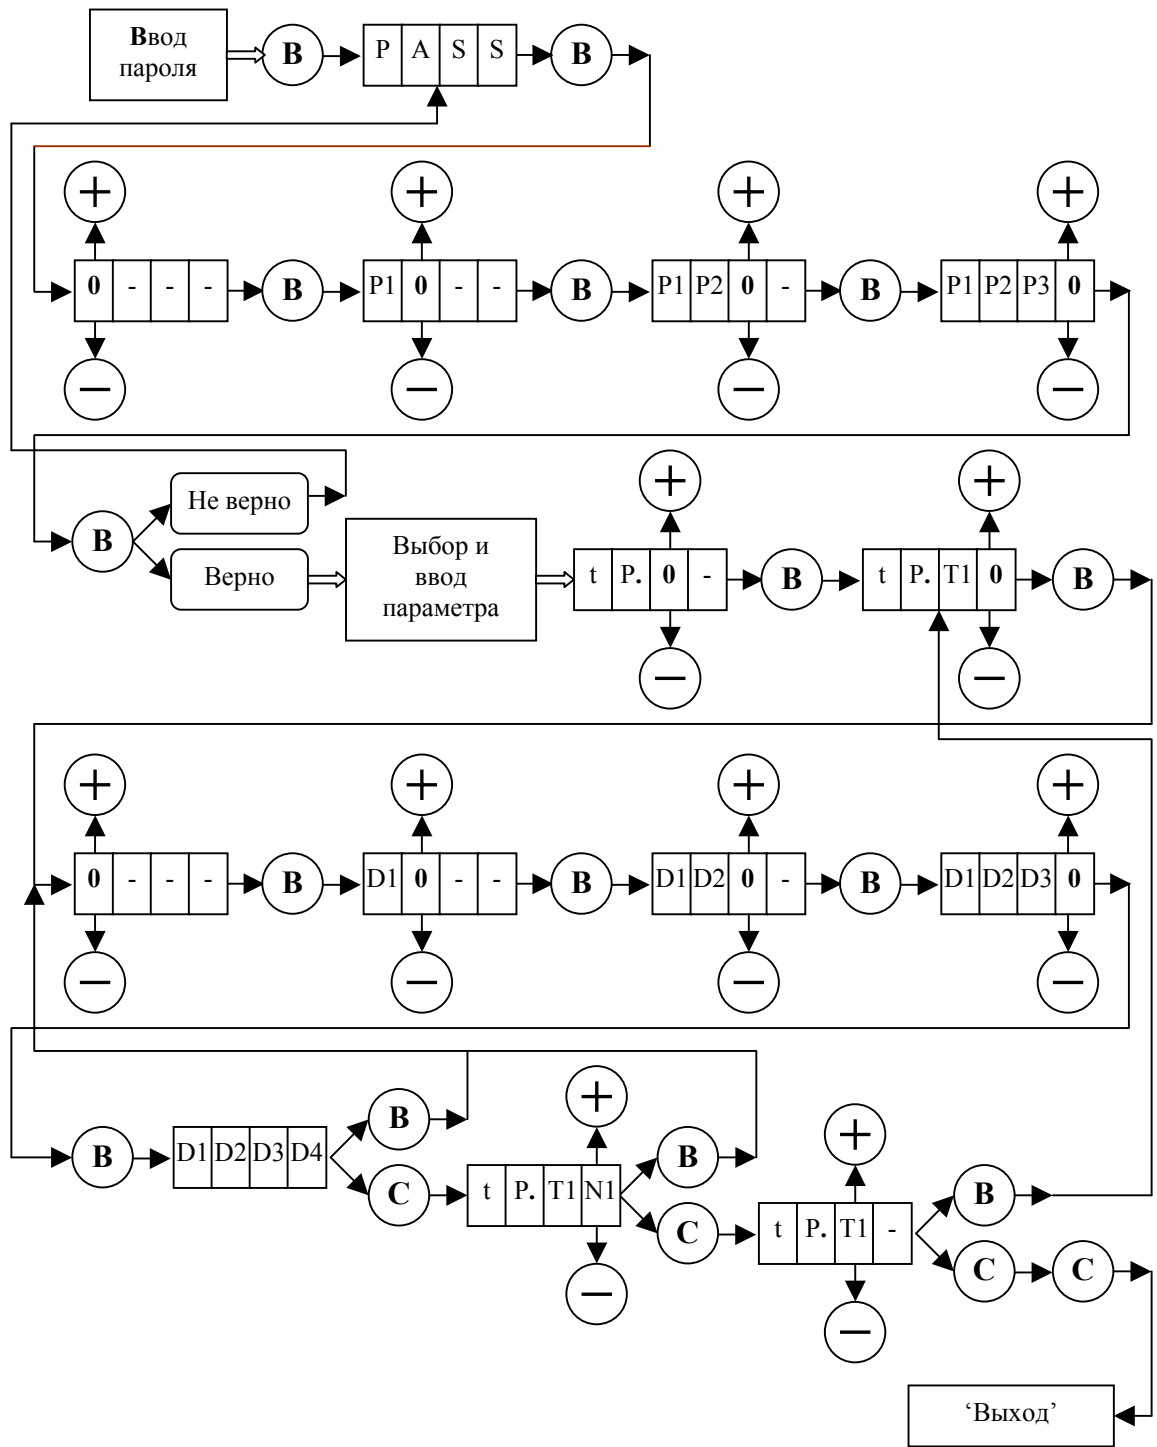

Рис. 6. Ввод параметров с помощью клавиатуры.
3.7.11.2. На **рис. 6** изображена диаграмма ввода параметров с помощью клавиатуры, где кружки с соответствующими надписями обозначают кнопки клавиатуры, причем буква **В** обозначает **ВВОД**, а буква **С** – **СБРОС**.